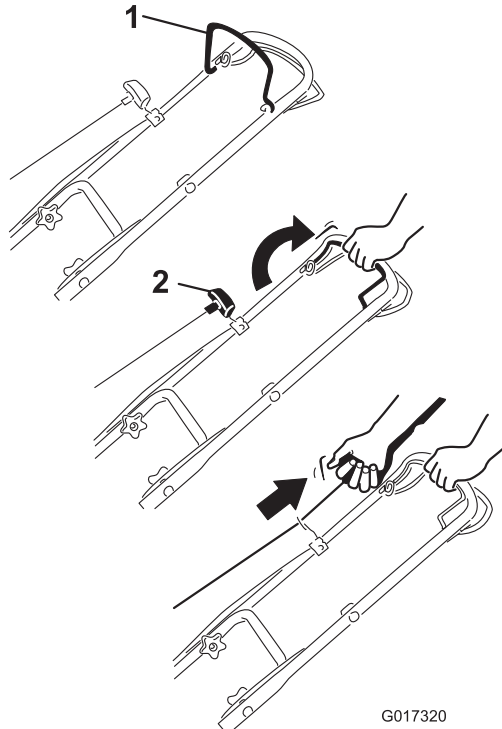

Figura 13
1. Sujete la barra de control de las cuchillas contra el manillar (Figura 13).
2. Tire suavemente del arrancador hasta que note resistencia, luego tire con fuerza. Deje que la cuerda vuelva lentamente al arrancador (Figura 13).